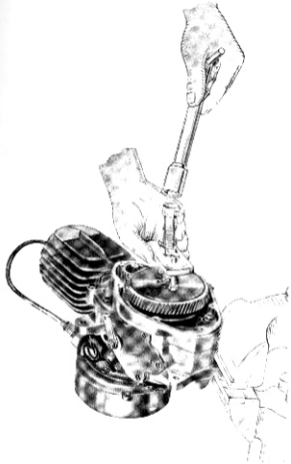

Fig. 8 - Come viene estratto il gruppo frizione
- mediante apposito estrattore l'ingranaggio di trasmissione con unito il piattello e i dischi della frizione (vedi fig. 8);